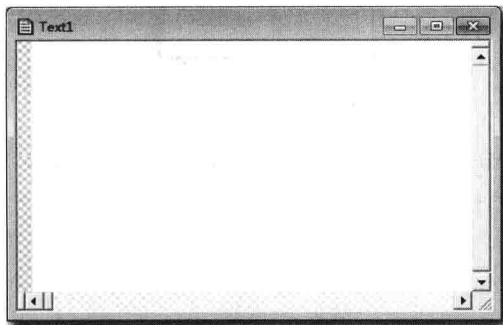
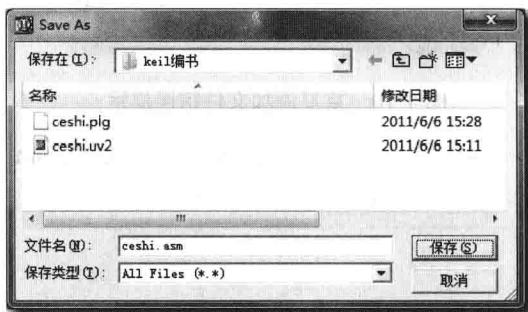

图 1.6 新建程序编辑窗口
图 1.7 保存 asm 文件
(3) 加入文件。单击 按钮新建一个程序编辑页面，标题为 Text1，如图 1.6 所示。然后，单击 按钮将其另存为后缀名为.asm 的文件，如 ceshi.asm，如图 1.7 所示。